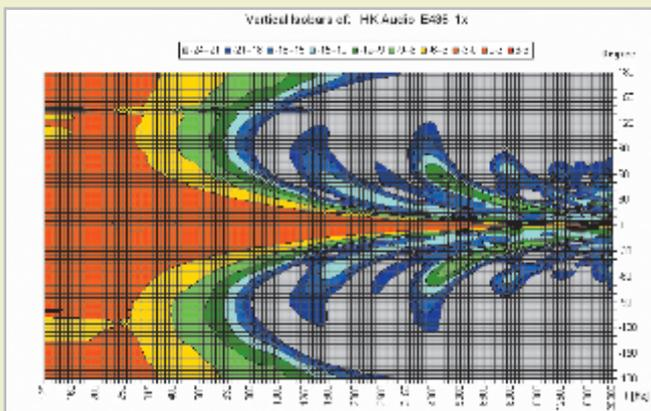

Abb. 13: Vertikale Isobaren einer E435, die kleinen Nebenmaxima ab 4 kHz sind durch den Treiberabstand begründet.
sphärische Wellenfront, deren Öffnungswinkel (BW) auch wieder von der Länge der Quelle abhängt. Dieser lässt sich auch mit einer Formel ausrechnen – oder direkt aus unserem Isobarendiagramm in Abbildung 13 ablesen.
Hier ist sehr gut zu erkennen, dass auch ein kurzes Line-Array schon zu einer ausgeprägten vertikalen Bündelung führt. Eine einzelne E435 hat bei 1 kHz einen –6 dB-Öffnungswinkel von 60° und bei 10 kHz von 6°. Im Gegensatz zu einem Hochtonhorn spitzt sich das Abstrahlverhalten mit zunehmender Frequenz immer weiter zu. Diese Eigenschaft ist beim Einsatz der Quelle natürlich zu bedenken, da es ansonsten schnell passieren kann, dass Teile der Zuhörer plötzlich von den hohen Frequenzen ausgeblendet sind. Günstigerweise platziert man ein so kleines und nicht weiter gecurvtes Line-Array daher knapp über Ohrhöhe der Zuhörer. Wird die Linie länger, z. B. 1,5 m mit vier Einheiten E435, dann vereinfacht sich die Sache durch das jetzt weiter ausgedehnte Nahfeld und die Höhe der abgestrahlten Zylinderwelle. Bei einer vierfachen Länge des Arrays ist das Nahfeld im quadratischen Verhältnis dazu erweitert, also um den Faktor 16, sodass man bei 1 kHz schon 3,2 m und bei 5 kHz immerhin schon 16 m erreicht. Ein 4er-Array der Elements wäre dann günstig so aufzustellen, dass die oberste Einheit über die Köpfe der Zuhörer ragt. Kommen wir zur zweiten Frage, den Abstand der Treiber betreffend. Der beträgt hier recht genau 9,5 cm. Wieder zunehmende seitliche Nebenmaxima treten damit ab ca. 1,8 kHz auf und neue parasitäre Hauptmaxima ab 3,6 kHz. Das hört sich erst einmal nicht gut an, verliert aber umgehend seinen Schrecken, wenn man bedenkt, dass sich das Abstrahlverhalten der Zeile aus einer Aufreihung von Punktquellen in 9,5 cm Abstand noch mit dem Abstrahlverhalten des einzelnen Treibers überlagert, der natürlich bei 3,6 kHz auch schon eine merkliche Richtwirkung aufweist und damit die ungewollten seitlichen Maxima wieder reduziert. Die Isobarenkurven in Abbildung 13 zeigen die seitlichen Maxima ab 4 kHz beginnend bei ±60° mit einem Pegel von –6 dB gegenüber der 0°-Achse.
Abbildung 13 und 14 zeigen die vertikalen Isobaren für eine und zwei E435. Der wesentliche Unterschied liegt in der verstärkten Bündelung der längeren Version auch bei tiefen Frequenzen. Für die Praxis bedeutet das: Auch wenn keine hohen Schalldrücke erforderlich sind, sollte man in Räumlichkeiten mit schwieriger Akustik (lange Nachhallzeit) eine möglichst lange Zeile aufbauen, um auch für tiefere Frequenzen noch eine signifikante Richtwirkung zu erzielen!